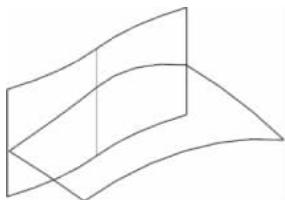
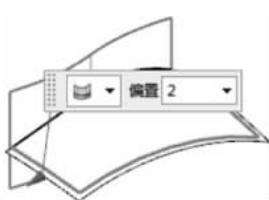

图 3-42 修剪片体
图 3-43 延伸片体
(28) 在主菜单中选取“格式 | 移动至图层”命令, 在零件图上选取曲面, 单击“确定”按钮, 在【图层移动】对话框“目标图层或类别”文本框中输入“11”, 单击“确定”按钮, 将所选中的曲面移至第 11 层。
(29) 选取主菜单中“格式 | 图层设置”命令, 在【图层设置】对话框中“工作图层”输入“11”, 将“图层 11”设为工作图层, 取消“1”前面的“”, 隐藏图层 1。
(30) 在主菜单中选取“插入 | 修剪 | 修剪片体”命令, 选取扫掠曲面为目标片体, 拉伸曲面为边界片体, 在【修剪片体】对话框中选取“ 保留”, 单击“确定”按钮, 创建修剪片体, 如图 3-42 所示。(如果效果不相同, 请在【修剪片体】对话框中点选“ 放弃”。)
(31) 在主菜单中选取“插入 | 修剪 | 延伸片体”命令, 在【延伸片体】对话框中“限制”选“偏置”, 距离为 2mm, “曲面延伸形状”选“自然曲率”, “边延伸形状”选“自动”, “体输出”选“延伸原片体”。
(32) 在曲面上选取延伸的边界, 单击“确定”按钮, 曲面延伸 2mm, 如图 3-43 所示。